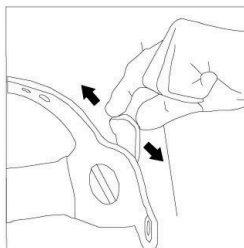

Рис. 7
7.9 На боковой стороне сварочного щитка существуют фиксированные отверстия. Можно изменить угол поля зрения путём регулировки положения пистона в фиксированных отверстиях (рис. 7)